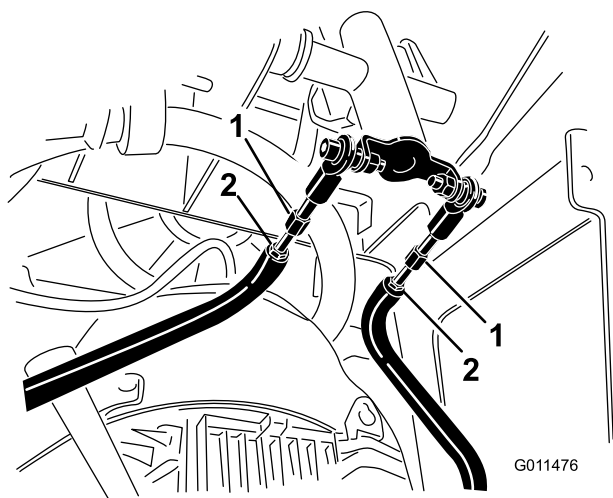

Figura 55
- D. Afloje las contratuercas de las varillas de tracción, debajo del panel de control (Figura 55).